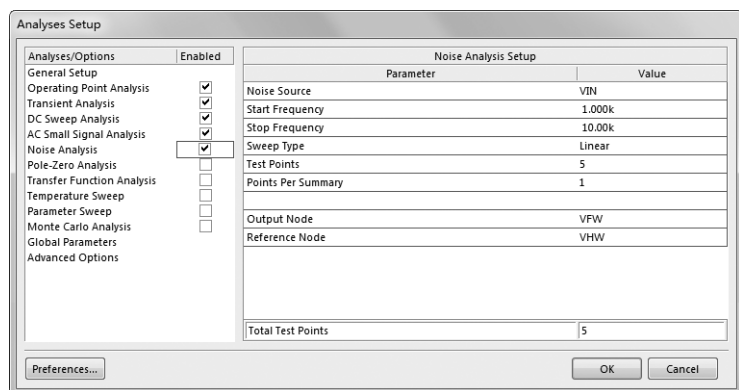

图 12-34 设置“Noise Analysis”选项参数
(5) 勾选“Analyses Setup”（分析/选项）列表框中的“Noise Analysis”（噪声分析）复选框，设置“Noise Analysis”（噪声分析）选项参数如图 12-34 所示。